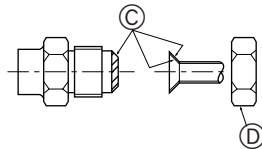

Fig. 5-4
Α (Fig. 5-4)
Β (Fig. 5-4)
5.5. Σωλήνες σύνδεσης (Fig. 5-4)